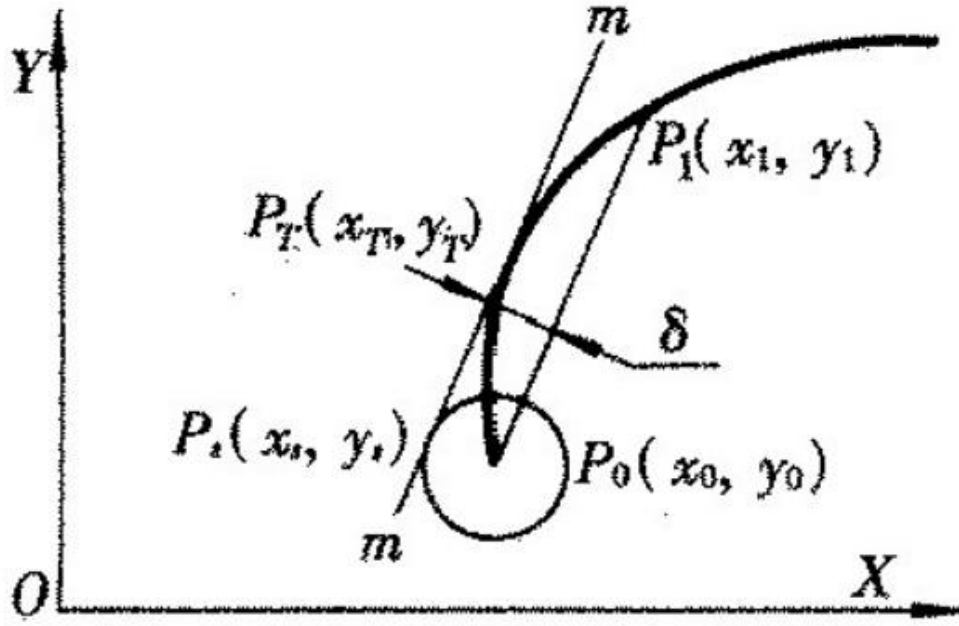

图 3：等误差法原理图
等误差直线逼近算法是平行线法，所谓平行线法，就是用相距为定值的平行线去相割与相切被逼近的曲线，其中一条直线与曲线相割，其交点称为节点；另一条直线与曲线相切，即与曲线相割的直线与相切的直线的误差 δ 相等。等误差的原理图如图 3 所示：
(1) 求逼近直线的斜率(如图 3 所示) 设线性非圆曲线 $y = f(x)$, $P_0(x_0, y_0)$ 为曲线的起点, δ 为允许误差。现以 P_0 为圆心、 δ 为半径作一个误差圆, 然后作一条与误差圆、非圆曲线 $y = f(x)$ 均相切的直线, 即公切线 m-m, 切点分别为: $P_s(x_s, y_s)$ 、 $P_T(x_T, y_T)$, 由此可得: